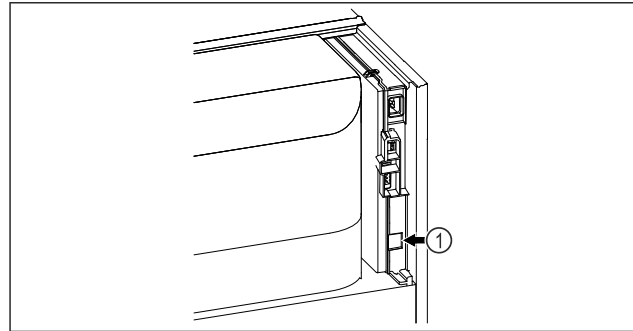

Fig. 86
- Το SmartModule Fig. 86 (1) είναι τοποθετημένο.